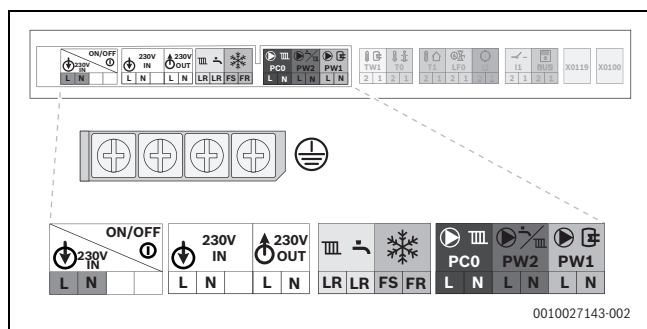
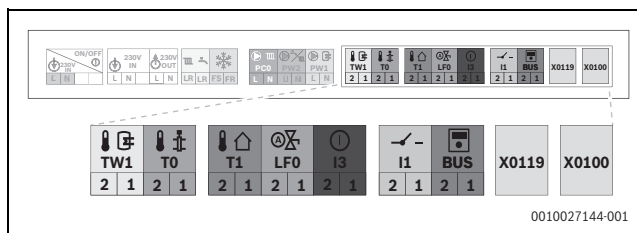

Рис. 71 Диапазон сетевого напряжения: клеммная колодка
Рис. 72 Диапазон низкого напряжения: клеммная колодка
- ▶ Подключите кабель к клеммной колодке для внешнего дополнительного оборудования (→ рис. 71 и рис. 72).